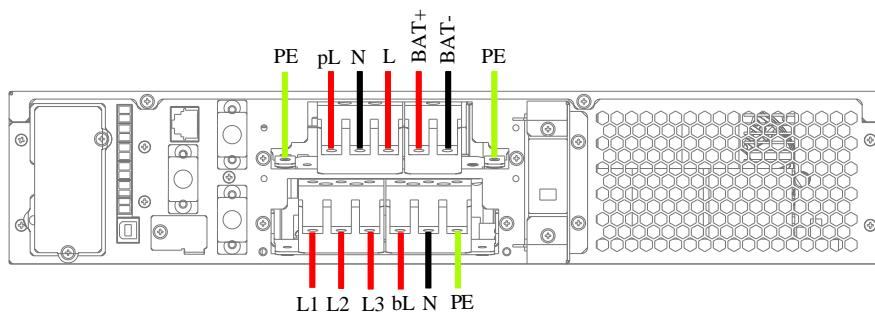

图2-22 接线示意图（三进单出、主旁不同源）
4. 将主路输入火线、旁路输入火线、输入中线和输入地线穿过接线盒过线孔, 分别接到 UPS 输入输出端子排的输入火线端子 (L1、L2、L3)、旁路输入火线端子 (bL)、输入中线端子 (N) 和输入地线端子 (PE) 上, 并拧紧固定螺钉。如图 2-22 所示。
5. 如图 2-22 所示, 将输出火线、输出中线和输出地线穿过接线盒上盖板的过线孔, 然后分别接到 UPS 输入输出端子排的输出火线端子 (L)、输出中线端子 (N) 和输出地线端子 (PE) 上, 并拧紧固定螺钉。